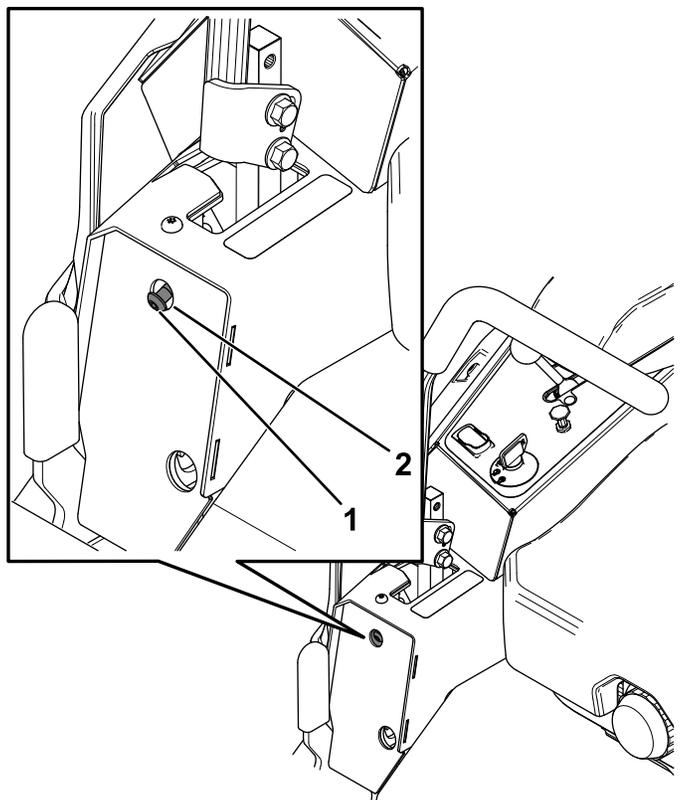

Рисунок 55
6. Если машину уводит вправо, вставьте шестигранный ключ на 3/16 дюйма в отверстие доступа в левой передней плоской панели и поверните винт регулировки прямолинейности движения по часовой стрелке или против часовой стрелки для регулировки хода рычага (Рисунок 55).
7. Если машину уводит влево, вставьте шестигранный ключ на 3/16 дюйма в отверстие доступа в правой передней плоской панели и поверните винт регулировки прямолинейности движения по часовой стрелке или против часовой стрелки для регулировки хода рычага (Рисунок 55).